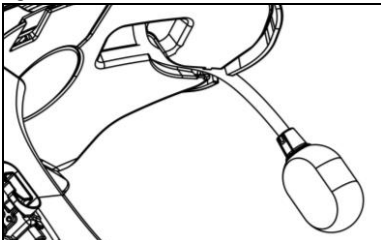

Fig. 8
- Positionnez le microphone dans le logement ad hoc sur le côté droit du casque, en insérant le bras du microphone dans la rainure présente sur la structure de fixation de la mentonnière (Fig. 8).